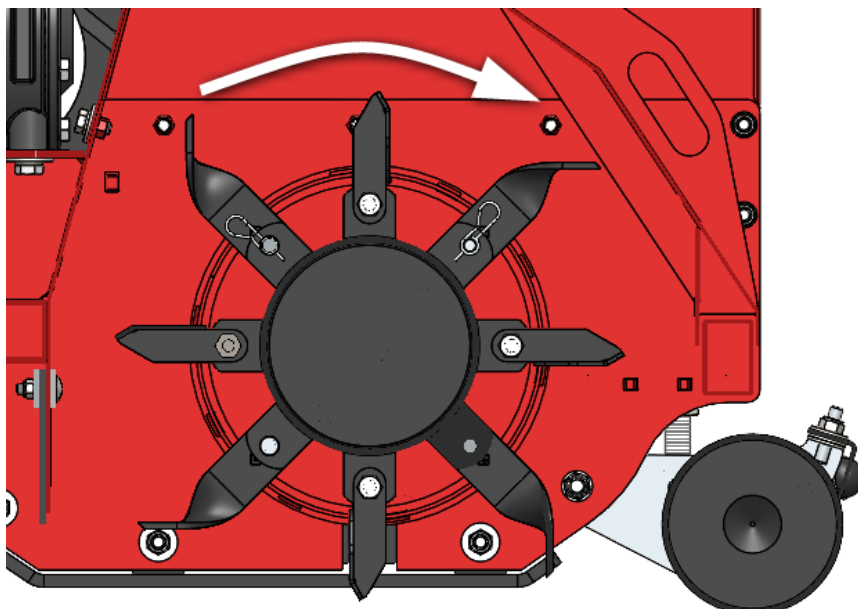

Fig. 12
-  Pour les machines équipées de lames de fléau, tenez compte du sens de rotation spécifique des lames (Fig. 12).